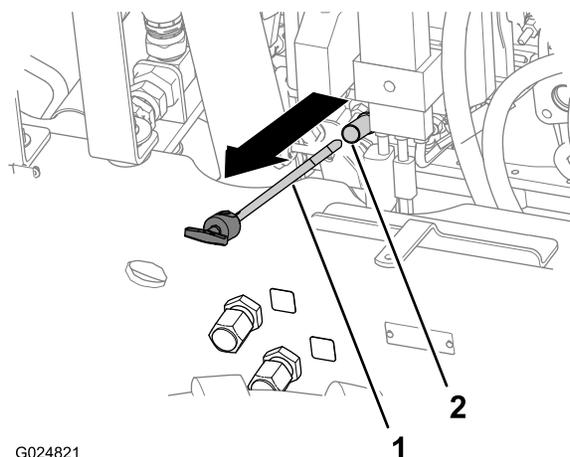

Figure 23
4. Retirez la jauge et essuyez-la sur un chiffon propre (Figure 23).
5. Insérez la jauge au fond du tube, puis ressortez-la (Figure 23).